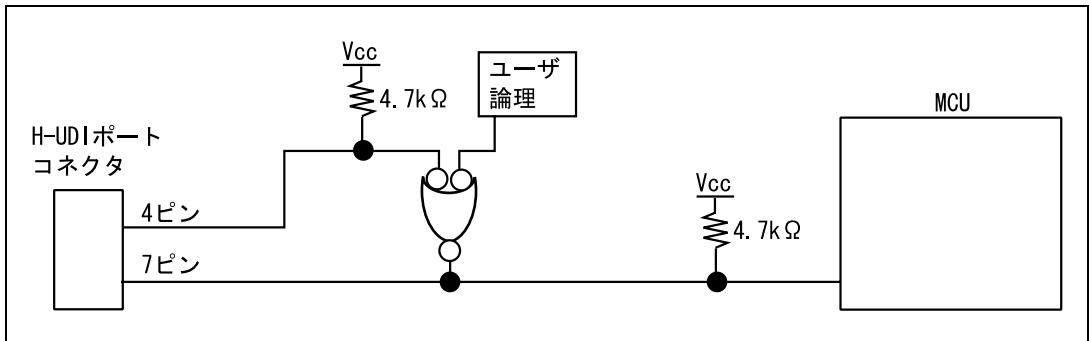

図 1.6 RES#端子の結線
3. H-UDI ポートコネクタの4ピンのRES#端子はE10AエミュレータがMCUに対して出力する信号線です。ユーザ論理のリセット回路と4ピンのRES#端子を図1.6のようにして、MCUに結線してください。また、H-UDI ポートコネクタの7ピンのRES#端子はE10AエミュレータコネクタがMCUのRES#端子をモニタする信号線です。プルアップの上、H-UDI ポートコネクタの7ピンに結線してください。